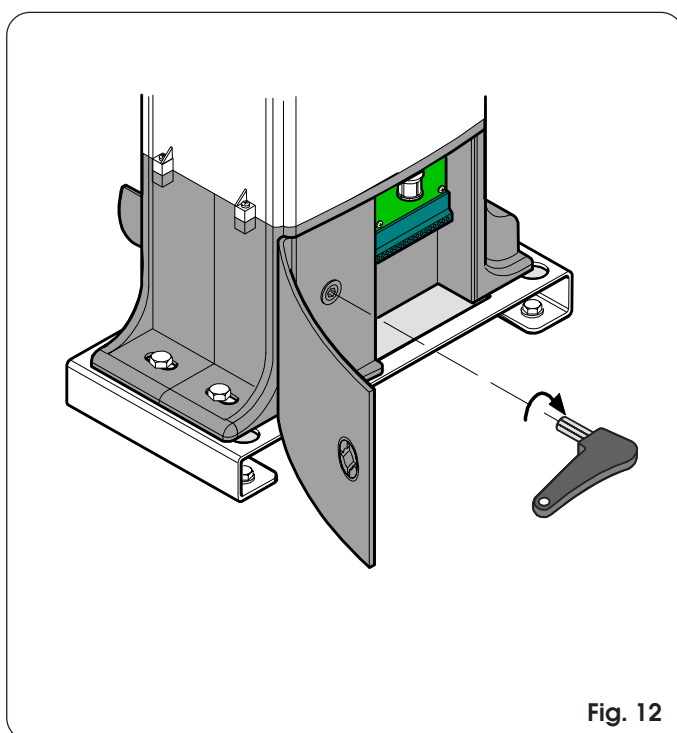

Fig. 12
- Extraire la clé fournie logée à l'intérieur du capot; l'introduire dans le système de déverrouillage spécifique et la tourner dans le sens des aiguilles d'une montre jusqu'à la butée mécanique (Fig. 12).